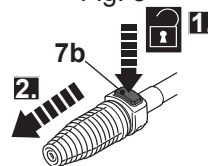

Fig. 6
1. Apăsați pe butonul de eliberare (7b) (Fig.6 pasul 1) și înlăturați duza (pasul2).